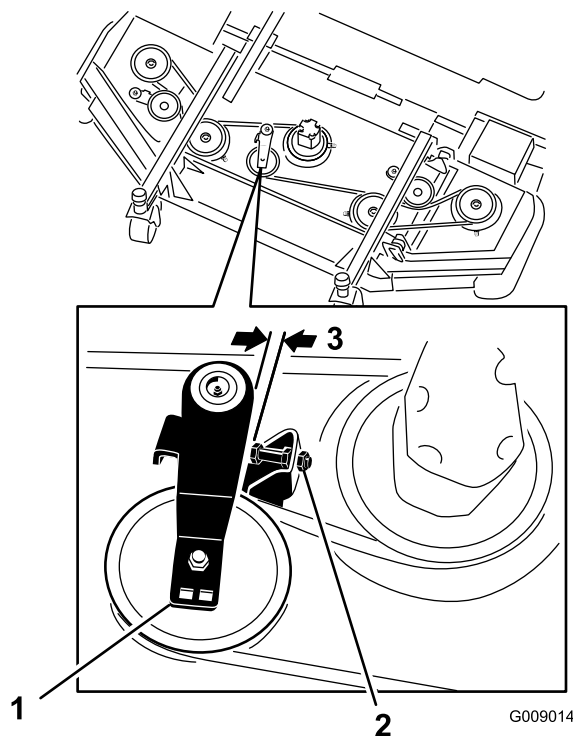

Figura 93
3. Sul piatto anteriore, in posizione centrale, allentate i controdadi sulla vite di arresto della puleggia tendicinghia e avvitate la vite di arresto nella staffa (**Figura 93**).
4. Con una leva a cricchetto o uno strumento simile, allontanate ciascuna puleggia tendicinghia dei piatti laterali dalla cinghia di trasmissione per allentare la tensione della cinghia e staccarla dalla puleggia dei piatti laterali (**Figura 93**).